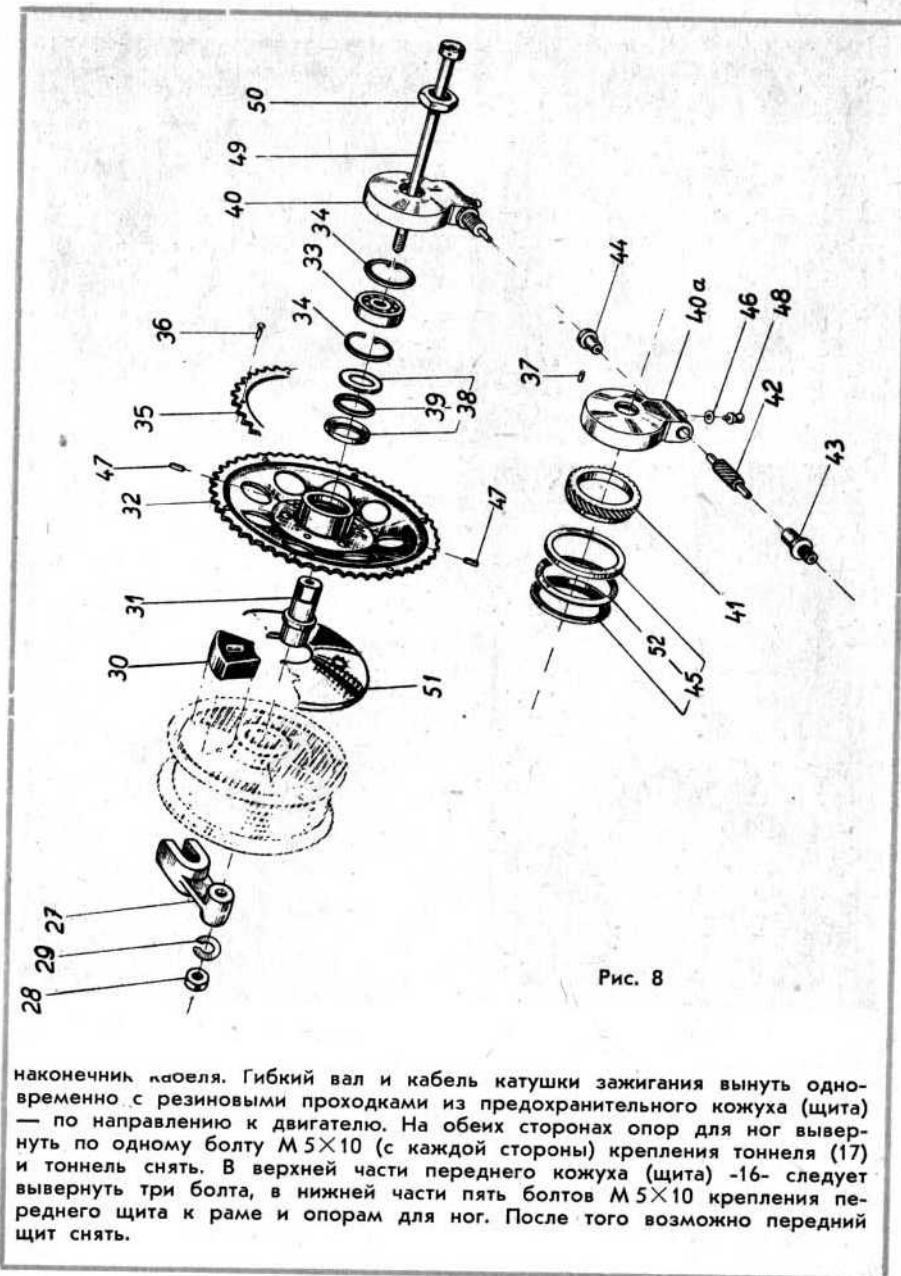

Рис. 8
7. СНЯТИЕ ЗАДНЕГО КОЛЕСА (РИС. 8).
10. ДЕМОНТАЖ ЗАДНЕЙ ЗВЕЗДОЧКИ И ЗАМЕНА ПОДШИПНИКА (РИС. 8)